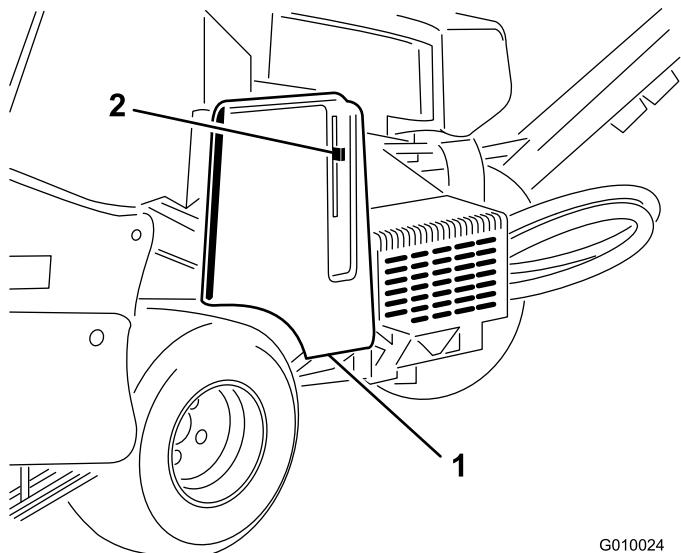
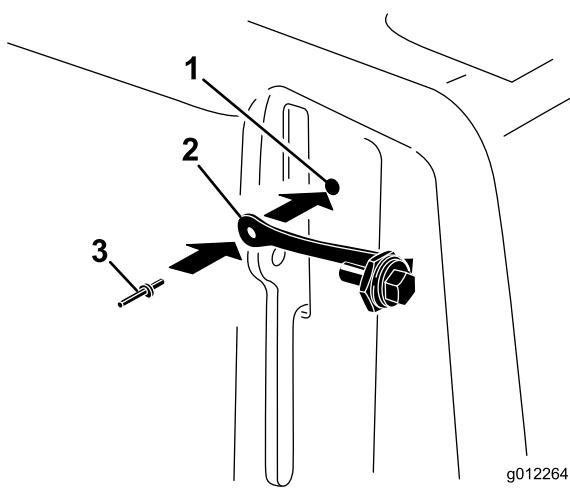

図 8
図 9
1. ラッチカバーの隣にあるベルトカバーの穴を探す（図8および図9）。
2. ベルトカバーの穴を使って、ポップリベットのついたストラップを取り付ける（図 9）。